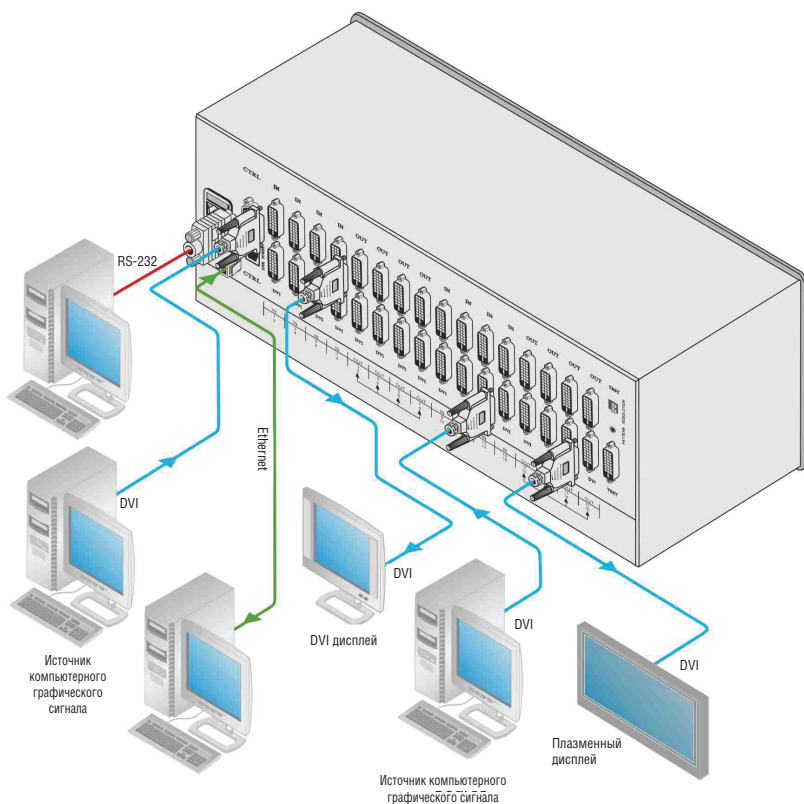

Рис. 4. Подключение VS-1616D
Конфигурация плат ввода/вывода DVI-D, изображенная на рис. 4, представлена только в качестве наглядного примера. Имеется возможность комбинировать различные платы ввода/вывода в соответствии с Вашими потребностями (имеются ограничения — см. таблицу 4). Точно такие же принципы применяются к матрице, в которую установлены платы с DVI-D Dual Link, HDCP, HDMI, VGA или разъемами для оптоволоконного кабеля.
Чтобы подключить VS-1616D в соответствии с примером, изображенным на рис. 4, действуйте в следующем порядке (отключите все устройства перед их подключением к VS-1616D):
4. Подсоедините сетевой шнур (рекомендуется использовать только сетевой шнур, входящий в комплект поставки данного устройства (на рис. 4 не показан)).